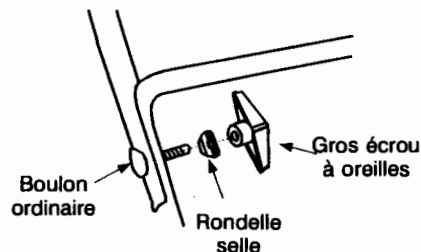

Figure 3
- Attachez le guidon supérieur sur le guidon inférieur avec des boulons ordinaires courbés et des gros écrou à oreilles. (Voir la figure 3).